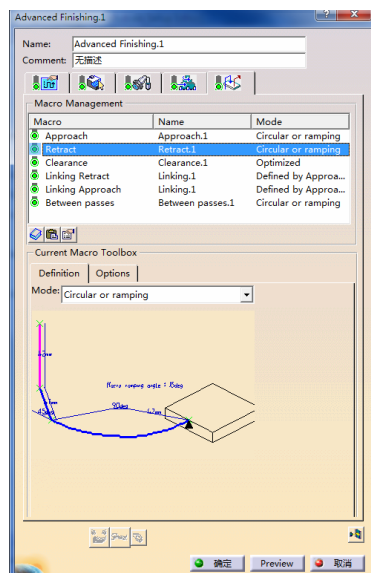

图 3-71 设置“Retract”参数 (3)
- 在“Macro Management”区域的列表框中选择“Retract”，单击鼠标右键，在弹出的快捷菜单中选择 Activate 命令，在“mode”下拉列表中选择“Circular or ramping”，设置“Retract”参数（3）如图 3-71 所示。